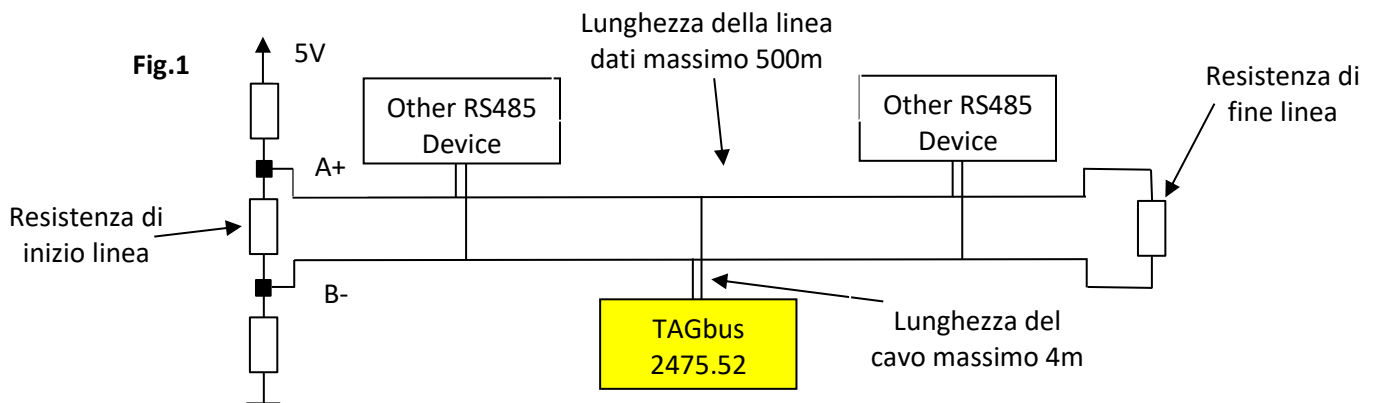

Fig.1
- Il dispositivo, da fabbrica, NON ha la resistenza di fine linea RS485. Per il suo corretto funzionamento, è richiesto una linea correttamente cablata con le resistenze di inizio e fine linea (fig.1).